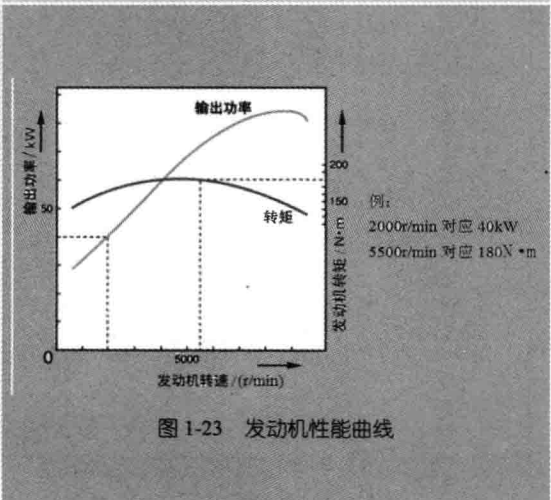

图 1-23 发动机性能曲线
(6) 发动机性能曲线 发动机性能曲线图 (图 1-23), 横轴代表发动机转速, 单位是 r/min , 纵轴代表发动机转矩和功率, 单位是 $N \cdot m$ 和 kW , 曲线表示转矩和功率随转速变化的规律。